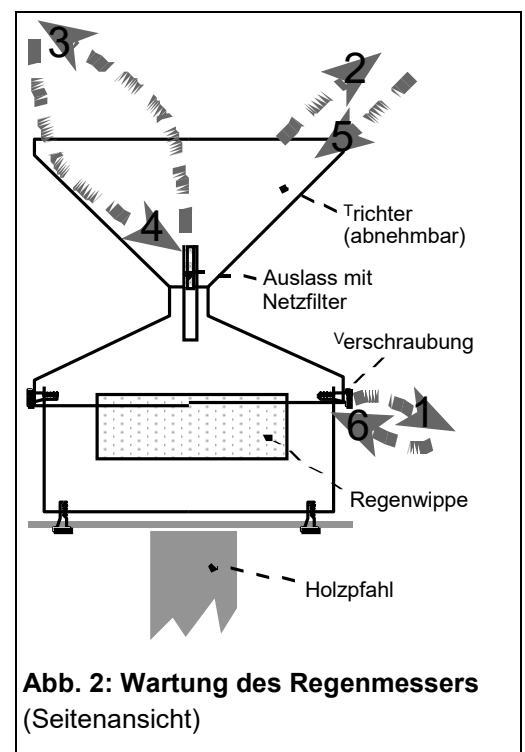

Abb. 2: Wartung des Regenmessers (Seitenansicht)
- Regenmesser (Abb. 2) im Bestand werden bei jedem Flächenbesuch gereinigt, Regenmesser im Freiland nur wenn sie verschmutzt sind